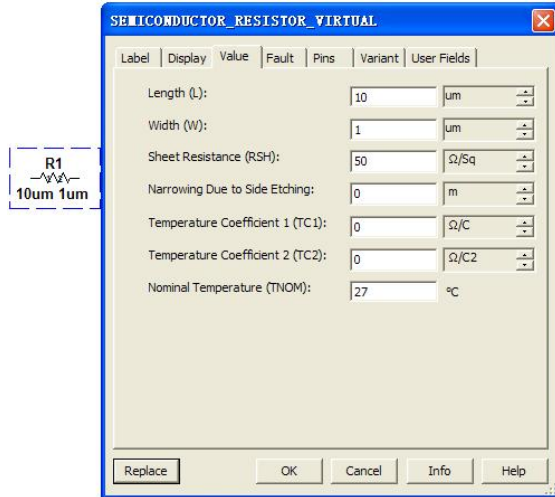
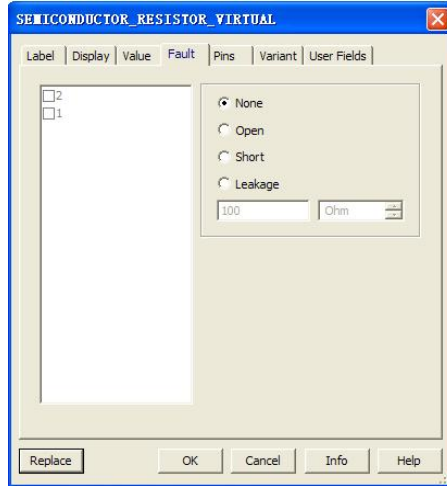

图 1-16 虚拟电阻属性对话框
图 1-19 Fault 选项卡
以虚拟电阻 (Virtual Resistor) 为例, 从虚拟电阻箱中取出 50Ω 电阻, 即先用鼠标单击虚拟电阻箱, 再将鼠标移至电路窗口的选中区域后单击, 就在选中区域放置了一个虚拟电阻。为了得到所需参数的电阻, 可双击电阻图标, 打开其属性对话框, 从图 1-16 中可以看出, 该对话框有 Label、Display、Value 和 Fault 等选项卡 (其他设置介绍省略)。
- ① Show Labels 显示元件的标注。
- ② Show Values 显示元件的参数值。
- ③ Show RefDes 显示元件的序号。
- ④ Show Attributes 显示元件的属性。
3) Value 选项卡如图 1-16 所示。用以设置元件参数值，其中：
- ① Sheet Resistance 设置电阻值，在右边栏中可选定其单位。
- ② TC1 设置该电阻的一次温度参数。
- ③ TC2 设置该电阻的二次温度参数。
- ④ TNOM 设置参考环境温度（默认值为 27℃）。
4) Fault 选项卡如图 1-19 所示。Fault 选项卡用于设置元件可能出现的故障，以便预知该元件发生相应故障时可能出现的现象。